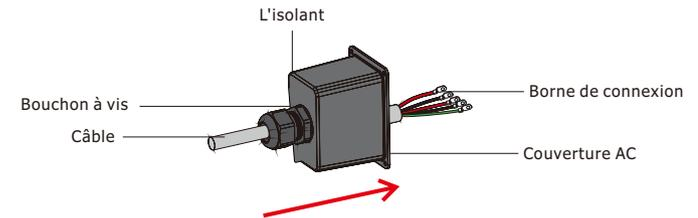

Figure 4.3-4 Le câble AC passe à travers le cache-bornes
Étape 2. En utilisant les bornes dans la boîte d'accessoires, passez le câble AC à travers le couvercle de la borne. Voir la Figure 4.3-4.